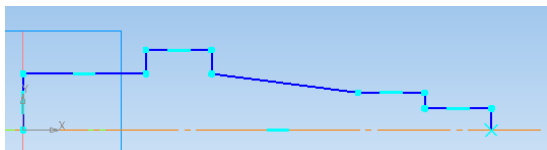

Рис. 7
**\*\*Необходимо, чтобы последняя линия при пересечении с осевой линией была под прямым углом, для этого, перед пересечением включите команду **Ортогональное черчение**  (см. рис. 7).**